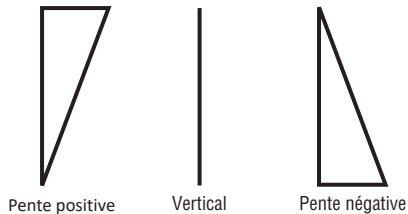

Fig. 1.7
- Identifiez l'emplacement de votre renfort d'angle et déterminez la pente du boîtier pour chaque coin. La façon dont il se courbe (ou non) détermine si le cas a une pente positive, négative ou nulle. (Fig. 1.7) Vous aurez besoin de ces informations dans la section suivante.